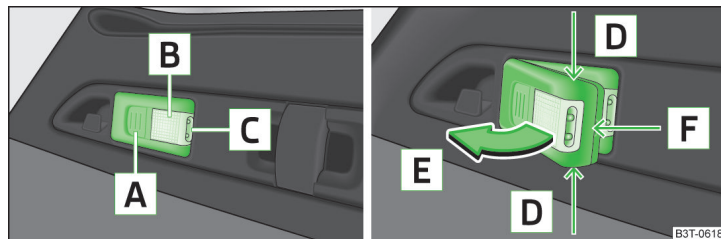

Fig. 109 Operarea lămpii / Scoaterea lămpii
➤ Iluminarea portbagajului - luminează partea **B** » fig. 109 la pagina 103 (lampa se află în suport).
■ Dacă nu stingeți lampa și o așezați corect în suport, lămpile din partea din față **C** » fig. 109 la pagina 103 se sting automat.
➤ Apăsăți tasta **A** » fig. 109 - lampa luminează cu intensitate 100%.
➤ Apucați lampa de locurile marcate cu săgeți **D** » fig. 109 și scoateți-o în sensul săgeții **E**.
➤ Ridicați capacul acumulatorilor cu un obiect subțire, ascuțit, în locul clipsului de fixare **F** » fig. 109 la pagina 103.